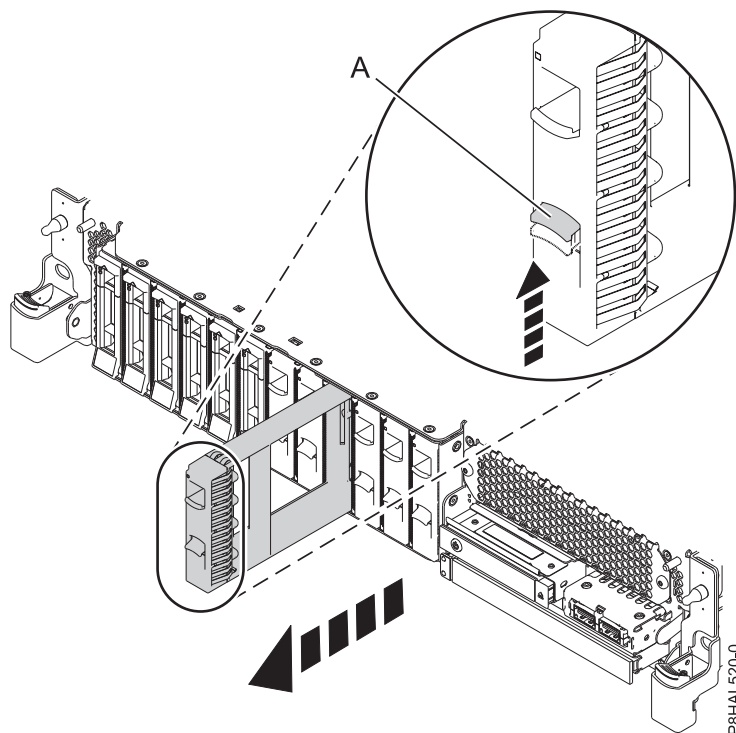

Figura 12. Extracció d'un panell de reblliment d'una unitat de disc d'un sistema de funció bàsica
- a. Empenyeu la peça de bloqueig (A) de la nansa del panell de rebliment en la direcció que es mostra a la Figura 12 a la pàgina 17.